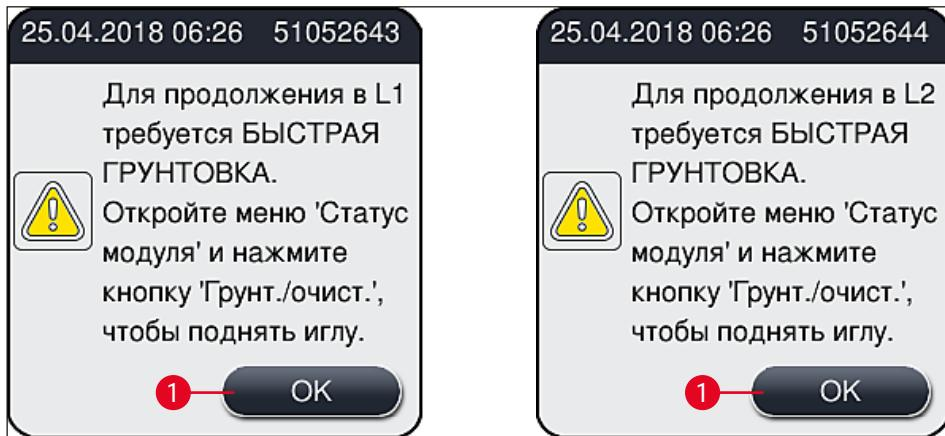

Рис. 51
- ① По окончании фазы инициализации на экране появляется главное меню (→ Рис. 19), а также сообщение для пользователя (→ Рис. 51), указывающее на необходимость выполнения процедуры **Быстрая промывка** на используемой линии заключения под покровное стекло. Подтвердите сообщения нажатием **OK** (→ Рис. 51-1) и следуйте указаниям в (→ с. 128 – 7.3 **Подготовка системы шлангов для промывки и очистки**).